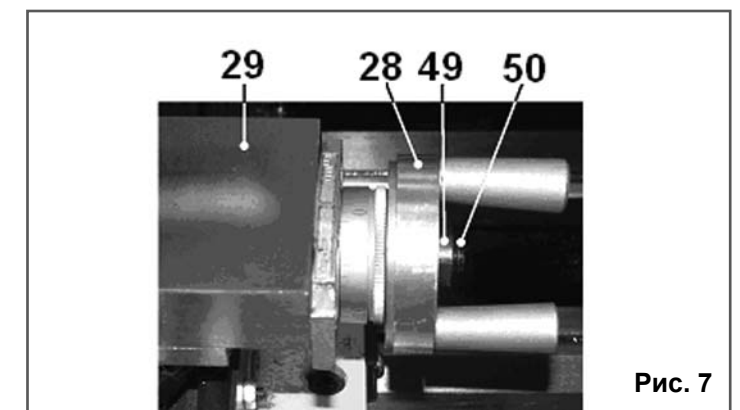

Рис. 7
9.4. Регулировка перемещения ходовых винтов суппортов (Рис. 7, 8)
9.4.1. Для регулировки перемещения ходового винта поворотного суппорта (29) ослабьте фиксацию гайки (49) поворотом винта (50) против часовой стрелки. Вращая гайку (49) по часовой стрелке, выберите люфт. Вращение маховика подачи (28) поворотного суппорта (29) должно быть свободным и плавным. Поворотом против часовой стрелки винта (50) зафиксируйте положение гайки (49), Рис.7.